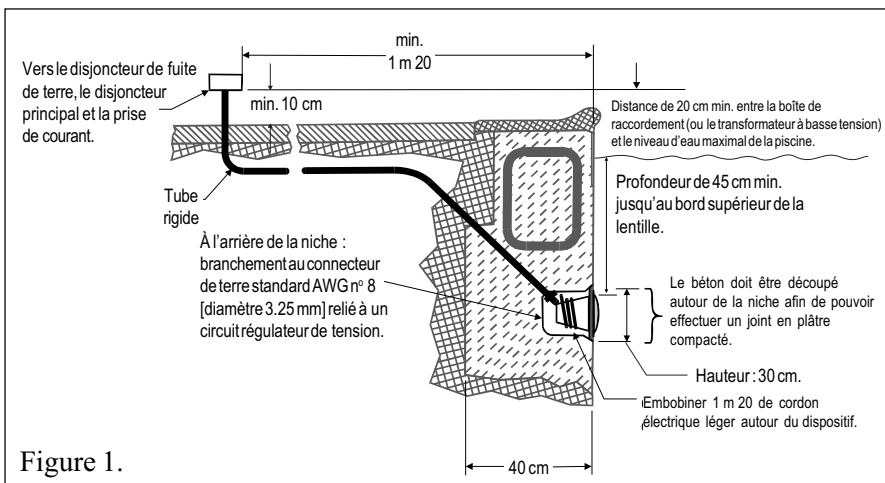

Figure 1.
A. Étapes préliminaires à accomplir par l'électricien avant l'installation du luminaire (voir figure 1).
- b. La boîte de raccordement (ou, pour les modèles à 12 Volts, le transformateur à basse tension) est situé(e) à une hauteur d'au moins 20 cm au-dessus du niveau d'eau maximal de la piscine et à une distance d'au moins 1 m 20 du bord de la piscine (voir figure 1).
- d. La niche sous-marine est installée convenablement, de telle manière que le bord supérieur de la lentille du luminaire sous-marin est à une profondeur d'au moins 45 cm en-dessous de la surface de l'eau dans la piscine (voir Figure 1). (Pour le Canada : la profondeur ne doit pas dépasser 50 cm / 20 pouces.)
- e. La niche sous-marine est convenablement connectée à un circuit régulateur de tension et à une prise de terre par l'intermédiaire du connecteur de terre standard AWG n° 8 [» diamètre 3,25 mm] situé à l'arrière de la niche (voir figure 1).
1. Faites passer le cordon électrique dans le tube jusqu'à la boîte de raccordement en laissant au moins 1 m 20 de cordon à embobiner autour du dispositif luminaire (voir figure 1). Cette longueur de cordon supplémentaire permettra l'entretien du dispositif luminaire après le remplissage de la piscine.
- b. La boîte de raccordement (ou, pour les modèles à 12 Volts, le transformateur à basse tension) est situé(e) à une hauteur d'au moins 20 cm au-dessus du niveau du sol et à une distance d'au moins 1 m 20 du bord de la piscine (voir figure 1).
- d. La niche sous-marine est convenablement installée, de telle manière que le bord supérieur de la lentille du luminaire sous-marin est à une profondeur d'au moins 45 cm en-dessous de la surface de l'eau dans la piscine (voir Figure 1).
5. Laissez au moins 1 m 20 de cordon à embobiner autour du dispositif lumineux (voir figure 1). Cette longueur de cordon supplémentaire permettra l'entretien du dispositif lumineux après le remplissage de la piscine.